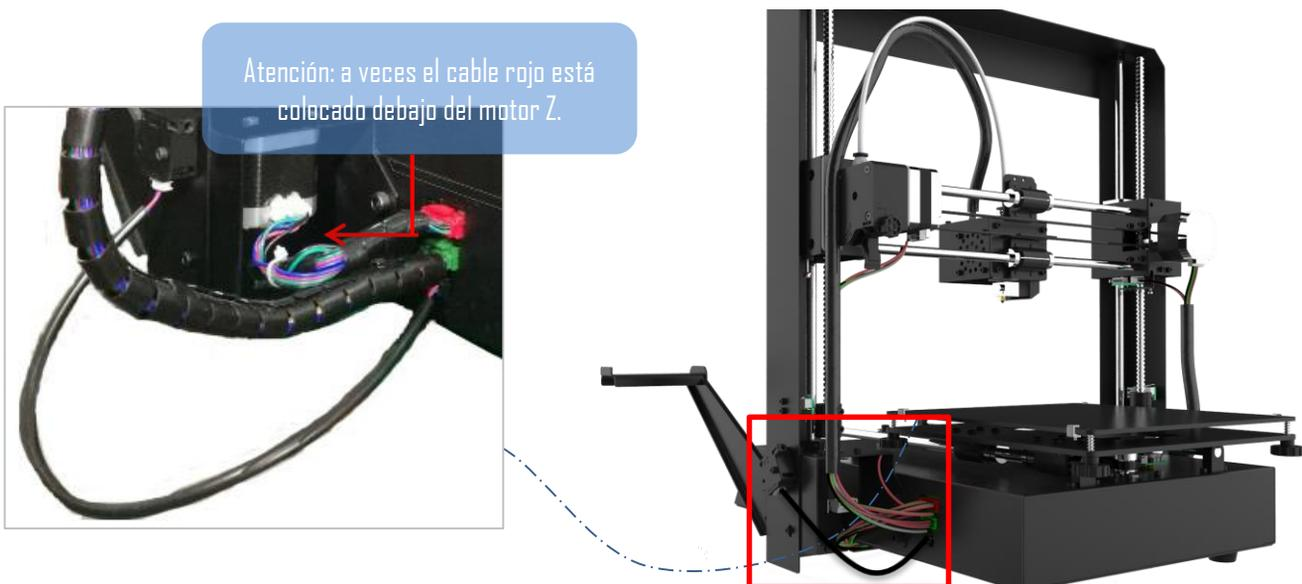

Imagen 4
(2) Hay 3 puertos de diferente color (Rojo/Verde/Negro) en la parte inferior derecha de la base, y hay 3 conectores de cable de diferente color respectivamente. Por lo tanto, inserte esos conectores en los puertos del mismo color, como se muestra en la **Imagen 4**.